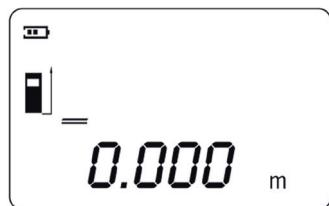

Abb. 4
1. Zum Einschalten des Gerätes die Power-Taste 1 betätigen; das Gerät ist im Modus für einfache Entfernungsmessungen (Abb. 4).